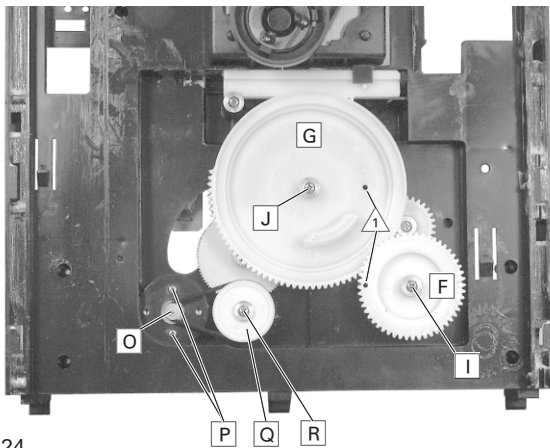
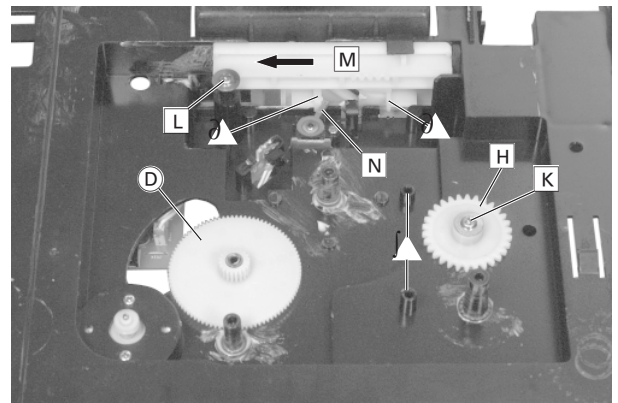
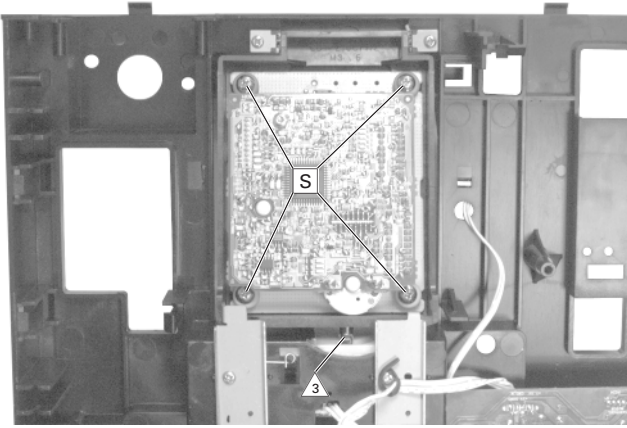

Fig. 24
Fig. 25
Fig. 26
Achtung: Vor dem Einsetzen der CD-Schublade muß das Zahnrad  (Fig. 24) und das Steuerrad  (Fig. 24) in folgende Position gebracht werden. Die Löcher  im Zahnrad  (Fig. 24) und im Steuerrad  (Fig. 24) müssen über den Arretierlöchern  (Fig. 25) liegen.
Attention: Before refitting the CD Tray, the gearwheel  (Fig. 24) and control wheel  (Fig. 24) are to be positioned as follows: the holes  in the gearwheel  (Fig. 24) and the control wheel  (Fig. 24) must coincide with the locking holes  (Fig. 25).
- Schraube **I** (Fig. 24) herausschrauben und Zahnrad **F** (Fig. 24) herausnehmen.
- Nach dem Entfernen des Zahnrades **F** Schraube **J** (Fig. 24) herausschrauben und Steuerrad **G** (Fig. 24) herausnehmen.
- Nach dem Entfernen des Zahnrades **F** und des Steuerrades **G** kann die Schraube **K** (Fig. 25) herausgeschraubt und das Zahnrad **H** (Fig. 25) herausgenommen werden.
- Zahnrad **D** (Fig. 25) kann nach dem Entfernen des Zahnrades **F** und des Steuerrades **G** herausgenommen werden.
- Schraube **L** (Fig. 25) herausschrauben, Steuerschieber **M** (Fig. 25) in Pfeilrichtung schieben, links anheben und vorsichtig herausnehmen.
Achtung: Beim Einsetzen des Steuerschiebers muß folgendes beachtet werden: Die Führung **A** (Fig. 26) des CD-Laufwerkrahmens muß in die Führungsrille des Steuerschiebers **M** (Fig. 25) eingreifen. Der Schalterhebel **N** muß sich zwischen den beiden Anschlägen **∂** (Fig. 25) befinden.
- Antriebsriemen abnehmen, 2 Schrauben **P** (Fig. 24) herausschrauben und den Motor **O** (Fig. 24) nach unten herausnehmen.
- Antriebsriemen abnehmen, Schraube **R** (Fig. 24) herausschrauben und Antriebsrad **Q** (Fig. 24) herausnehmen.
- 4 Schrauben **S** (Fig. 26) herausschrauben und das CD-Laufwerk aus dem CD-Laufwerkrahmen herausnehmen.
- Undo screw **I** (Fig. 24) and take out the Gearwheel **F** (Fig. 24).
- After having removed Gearwheel **F** undo screw **J** (Fig. 24) and take out the Control Wheel **G** (Fig. 24).
- After having removed Gearwheel **F** and Control Wheel **G** screw **K** (Fig. 25) can be unscrewed and Gearwheel **H** (Fig. 25) can be taken out.
- Gearwheel **D** (Fig. 25) can be removed after having taken out Gearwheel **F** and Control Wheel **G**.
- Undo screw **L** (Fig. 25), move the Shifter **M** (Fig. 25) in the direction of the arrow, lift it on the left and take it out carefully.
Attention: Note the following when refitting the Shifter: Guide **A** (Fig. 26) on the frame of the CD drive mechanism must engage with the groove of the Shifter **M** (Fig. 25). The switch lever **N** must be positioned between the two limit stops **∂** (Fig. 25).
- Remove the driving belt, undo 2 screws **P** (Fig. 24) and take out Motor **O** (Fig. 24) towards the bottom.
- Remove the driving belt, undo screw **R** (Fig. 24) and take out the Driving Gear **Q** (Fig. 24).
- Undo 4 screws **S** (Fig. 26) and take out the CD Drive Mechanism from its frame.